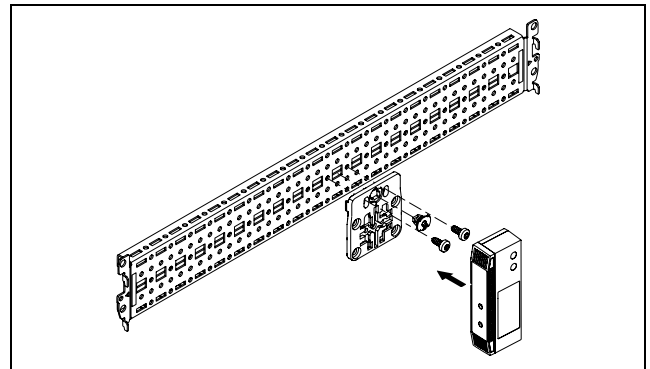

Abb. 7: Befestigen des Sensors auf einem Systemchassis
- Verbinden Sie den Temperatur-/Feuchtesensor über ein CAN-Bus-Verbindungskabel mit einer CAN-Bus-Schnittstelle der CMC III Processing Unit bzw. der benachbarten Komponente im CAN-Bus (Abb. 7, Pos. 2).